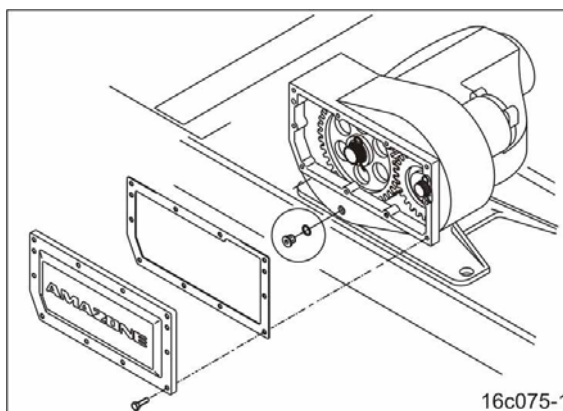

Рис. 157
7. Снимите удерживающие пружины (Рис. 157/1).